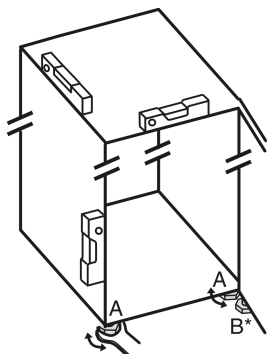

Fig. 19
- ▶ Nastavljive noge Fig. 19 (A) odvijajte s priloženim ključem z odprtim koncem in vodilom, dokler naprava ni trdno poravnana in vodoravna.
- ▶ Nastavljivo nogo Fig. 19 (B) na ležajnem podstavku spodaj odvijajte s priloženim ključem z odprtim koncem, dokler ne stoji trdno na tleh.
- ▶ Nastavljivo nogo Fig. 19 (B) obrnite še za največ 90°, da preprečite poškodbe vrat.